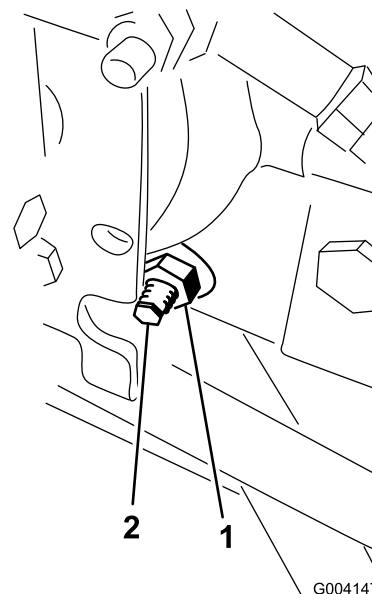

Figura 67
3. Dal lato destro dell'idrostat, allentate il dado di bloccaggio sulla camma di regolazione della trazione (Figura 67).